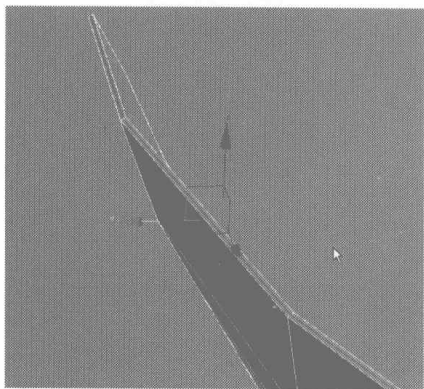
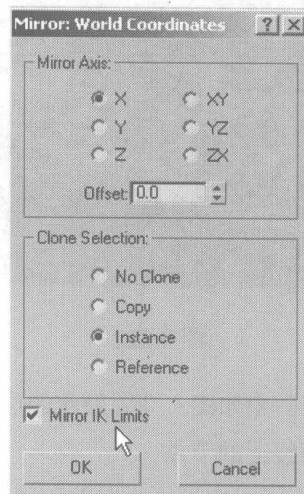

图 4.318
图 4.319
- 05** 选择该面的厚度中间的边线, 如图 4.318 所示, 用 Remove 命令将其删除, 然后单击工具栏中 按钮, 在弹出的对话框中设置镜像参数, 如图 4.319 所示, 将制作好的面物体进行镜像。